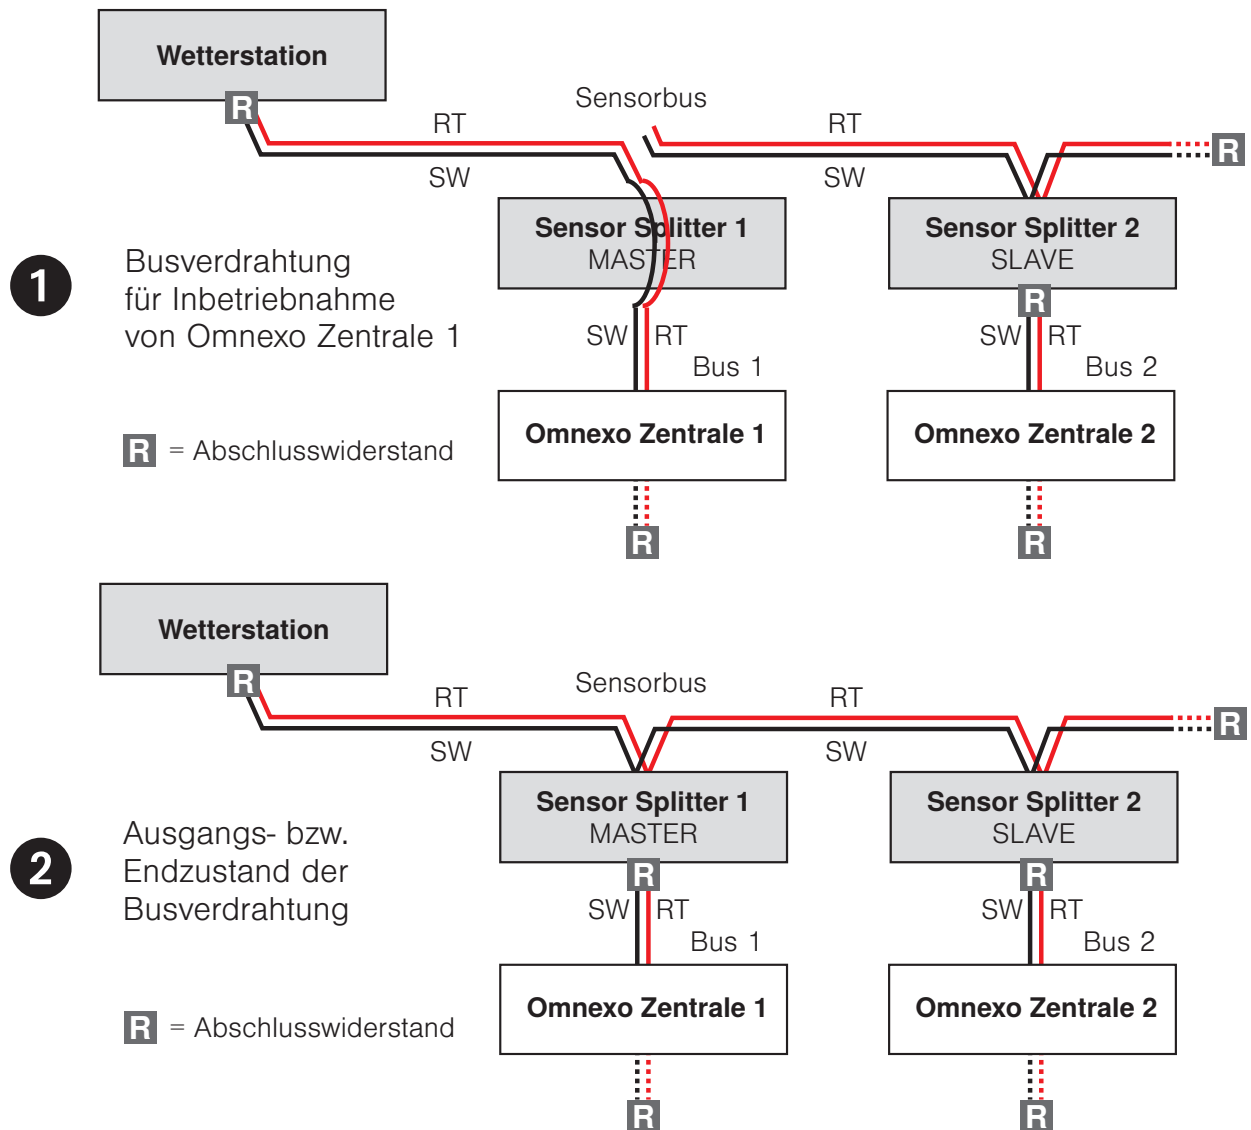

Abb. 12 Omnexo Sensor Splitter: Busanschluss während der Inbetriebnahme
- Trennen Sie die Busleitung so auf, dass der Bus der Wetterstation (Sensorbus) nur mit dem Bus der ersten Omnexo Zentrale (Bus 1) verbunden ist (Abb. 12, ①). Der Sensor Splitter wird komplett vom Bus getrennt und die Busleitungen direkt zusammengeklemt.
- Ändern Sie die Busverdrahtung so, dass der Sensor Splitter 1 wieder verwendet wird. (Abb. 12, ②).
- Prüfen Sie, ob alle vier Adern der Busleitung korrekt verdrahtet wurden. Die roten und die schwarzen Adern müssen wie in (Abb. 12, ②) dargestellt verbunden sein. Stellen Sie dafür **einen** Sensor Splitter als MASTER (Kodierschalter 1 auf ON), die restlichen Sensor Splitter als SLAVE ein (Kodierschalter 1 auf OFF).
Busleitungen der Wetterstation(en) nicht richtig verdrahtet oder nicht abgeschlossen (die LED am Sensor Splitter blinkt nicht).	Prüfen Sie die Busverdrahtung der Wetterstationen(en) (Verbindungen und Abschlusswiderstände). Prüfen Sie die Spannungsversorgung des Busses (eingeschaltet / ausreichend dimensioniert, siehe ❶ Abb. 12 auf Seite 23).
Busleitungen des Sensorbusses nicht richtig verdrahtet oder nicht abgeschlossen (die LED am Sensor Splitter blinkt nicht).	Prüfen Sie die Busverdrahtung des Sensorbusses (Verbindungen und Abschlusswiderstände). Prüfen Sie die Spannungsversorgung des Sensorbusses (eingeschaltet / ausreichend dimensioniert (siehe ❷ Abb. 12 auf Seite 23).
Busleitungen der Wetterstation(en) nicht richtig verdrahtet oder nicht abgeschlossen (die LED am Sensor Splitter blinkt nicht).	Prüfen Sie die Busverdrahtung der Wetterstationen(en) (Verbindungen und Abschlusswiderstände). Prüfen Sie die Spannungsversorgung des Busses (eingeschaltet / ausreichend dimensioniert, siehe ❷ Abb. 12 auf Seite 23).
- Stellen Sie die Busverdrahtung wieder so her, dass alle Omnexo Netzwerke über die Sensor Splitter mit dem Sensorbus verbunden sind (Abb. 12, ②).